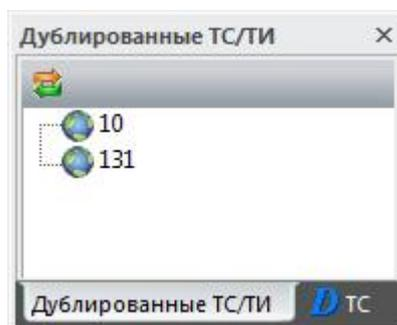

Рисунок 300 – Окно «Дублированные ТС/ТИ»
**Команда «Дублированные ТС/ТИ»** открывает и закрывает окно **«Дублированные ТС/ТИ»**, отображающее дерево с сигналами дублерами (рисунок 300).